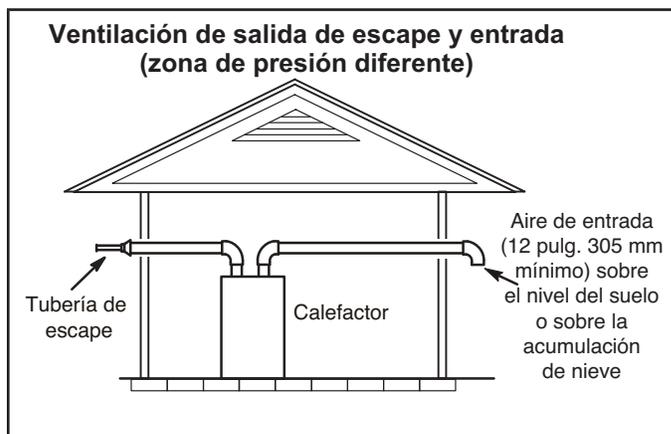
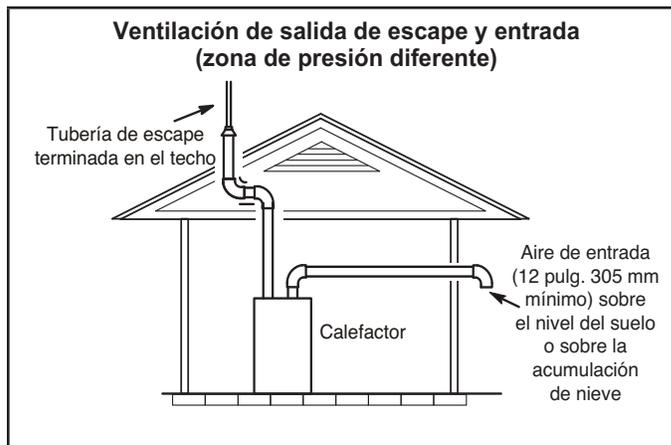

FIGURA 38
FIGURA 39
- 1 - Las terminaciones de ventilación no tienen que estar en la misma zona de presión. Usted puede sacar la entrada en un lado de la estructura y el escape en el otro lado (FIGURA 38). Usted puede sacar el escape por el techo y la entrada por el costado de la estructura (FIGURA 39).